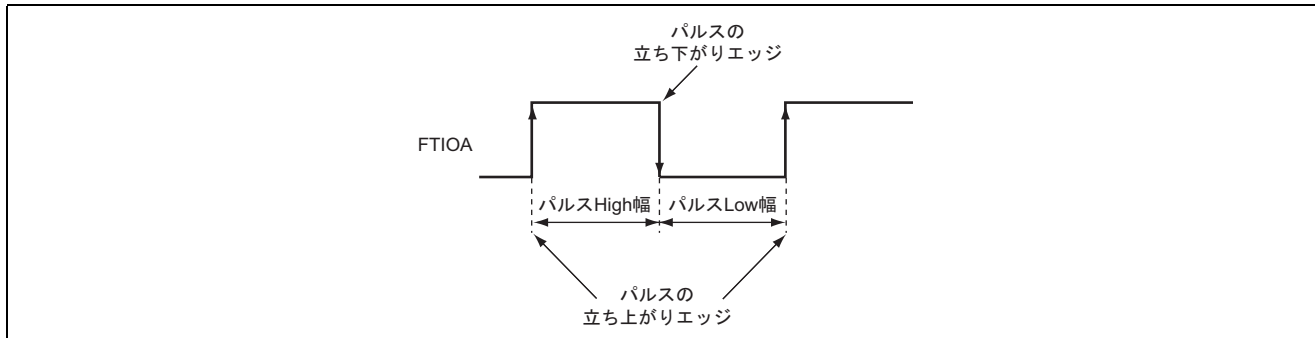

図 1.1 入力パルス幅の測定
1. 図 1.1 に示すように、タイマ W インพุットキャプチャ機能のバッファ動作を使用して、インพุットキャプチャ入力端子 A (FTIOA) に入力されたパルスの High 幅と Low 幅を測定します。